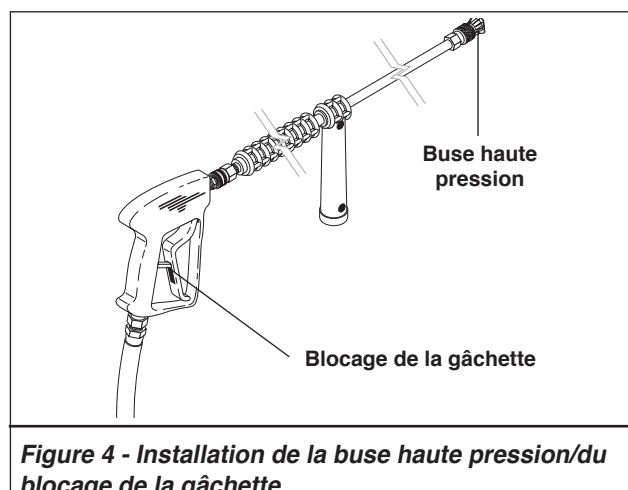

Figure 4 - Installation de la buse haute pression/du blocage de la gâchette
1. Installer la buse à raccord rapide sur l'extrémité de la lance. Consulter la Figure 4.